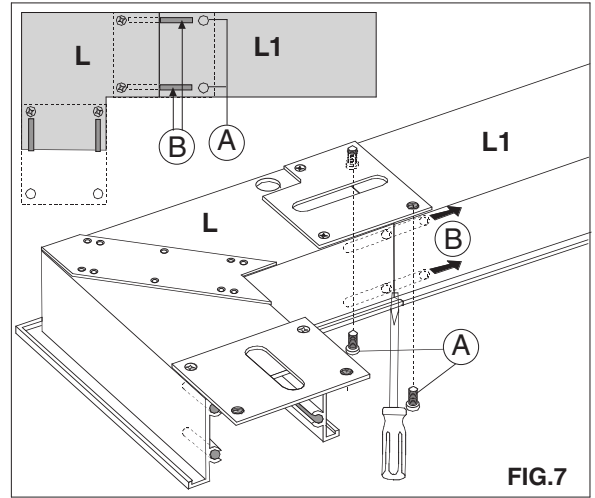

FIG.7
- Fissare il modulo angolare (L)al 1°modulo lineare (L1), con n°2 viti A.FIG.7
- Spostare con un cacciavite , le 4 spine fino a metà corsa, così da allineare i corpi L ed L1, fissati precedentemente.FIG.7